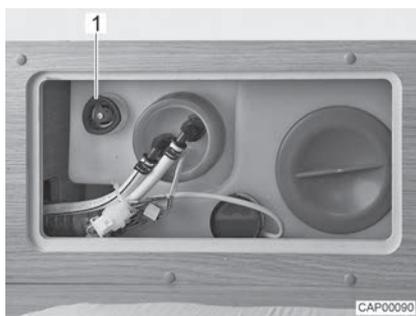

Fig. 109 Depósito de agua con tirador giratorio
- Girar el tirador giratorio (Fig. 109,1) sobre el depósito de agua en sentido de las agujas del reloj, hasta el tope.
- Girar el tirador giratorio (Fig. 109,1) sobre el depósito de agua en sentido contrario a las agujas del reloj, hasta sentir resistencia. El agua se saldrá hasta aprox. 20 litros.